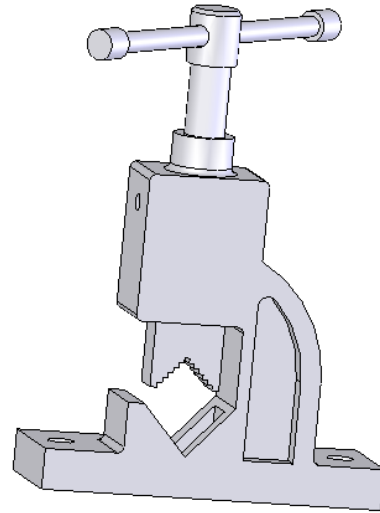

Рис. 7.2.17. Модель збірки тисків
9. Далі самостійно додайте до збірки Рукоятку і 2 Гвинти рукоятки (рис. 7.2.17). Використовуючи відомі вам взаємозв'язки, остаточну зберіть тиски. Результат виконання показаний на рис. 7.2.17. Для центрування ручки використайте взаємзв'язок ШИРИНА (Width). Спочатку необхідно вибрати поверхні відносно яких потрібно центрувати (перша область виділення - червона), а далі об'єкти які необхідно симетрично розташувати відносно попередніх поверхонь (друга область виділення - фіолетова).